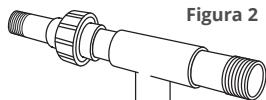

Figura 2
2. Envuelva el extremo de drenaje macho de 1.27 cm (1/2") con cinta de plomero (Figura 2).